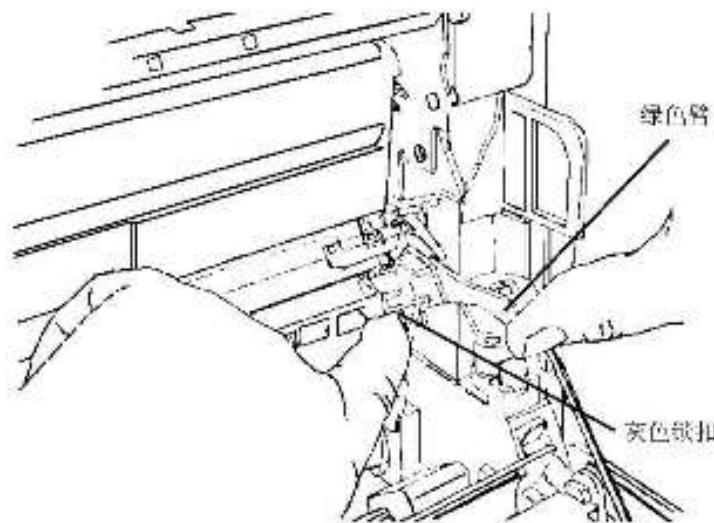

图 1 拆卸转印 / 分离电极
2. 拆下转印 / 分离电极(图 1)。
- 将前灰色锁扣装入前孔中(乙图 1 中被拆出)。